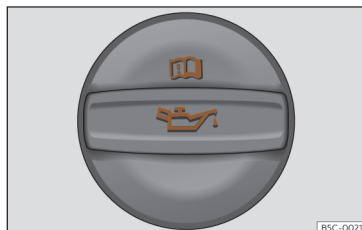

Fig. 226 Tampa do bocal de enchimento do óleo do motor no compartimento do motor.
- Localize o bocal de enchimento do óleo do motor. Reconhece-se pelo símbolo que existe sobre a tampa >>> **Fig. 226.**
- Desenrosque a tampa do bocal de enchimento do óleo do motor >>> **Fig. 226.**